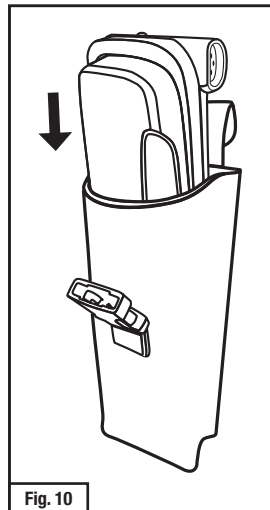

Fig. 10
- Si elige usar la batería y funda en el lado **izquierdo** del cinturón, deslice el adaptador TR-659 con batería en la funda con el lado del adaptador hacia el enlace del cinturón (posterior) de la funda (Fig. 10).